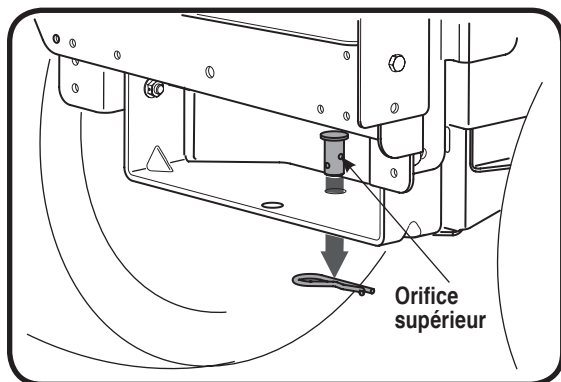

Figure 12
6. Réinsérez la broche d'articulation dans les orifices alignés du support de fixation et de la plaque d'attache, et fixez avec l'anneau de retenue retiré précédemment. Utilisez la Figure 12 comme référence.